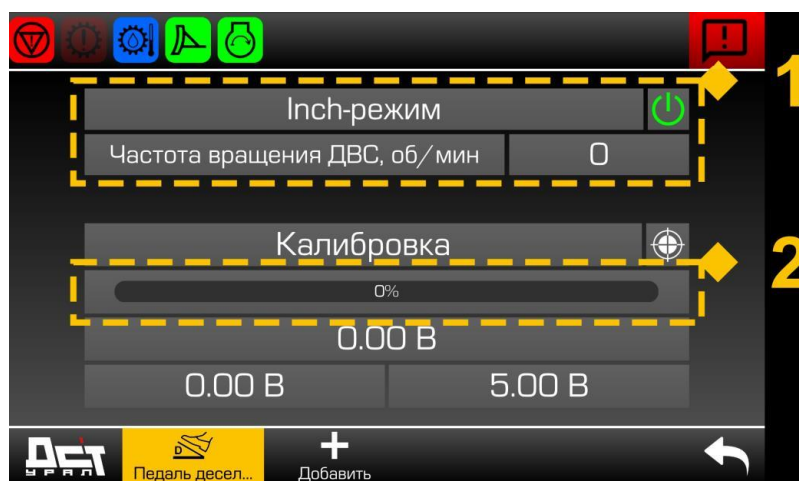

Рисунок 5.123. Диагностика педали деселератора
- ▶ Открыть страницу «Педаль деселератора», рис. 5.123.